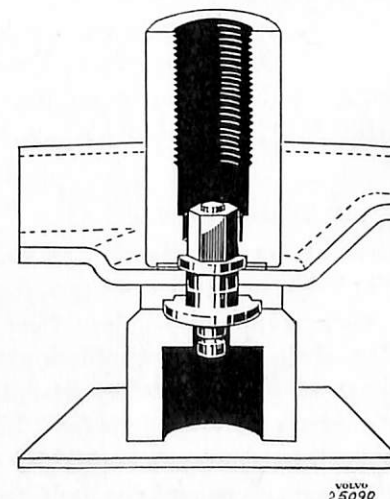

Bild 17. Hoppresning.
3. Vänd verktyget och centrera det på bulten. Se även till att det kommer i rät linje med bulten. Pressa ned verktyget, se bild 17. Vid max. 8 tons tryck avbrytes pressningen. Vrid verktyget och kontrollera att bulten ej går för lätt. Är så fallet pressas ytterligare något.